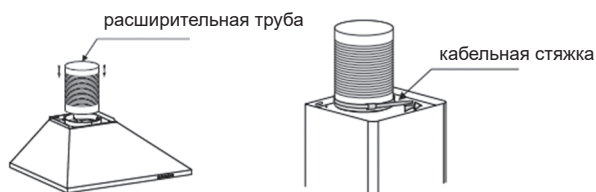

Рис. 3
5. Установите расширительную трубку на выпускное отверстие и зафиксируйте кабельной стяжкой. См. рис. 3.